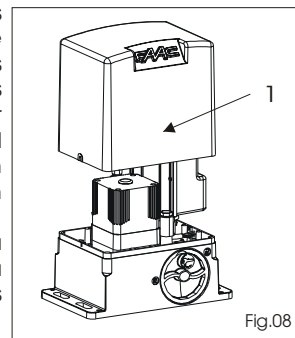

Fig.08
- 1- Retirer le carter de protection, Fig. 08 réf. 1.